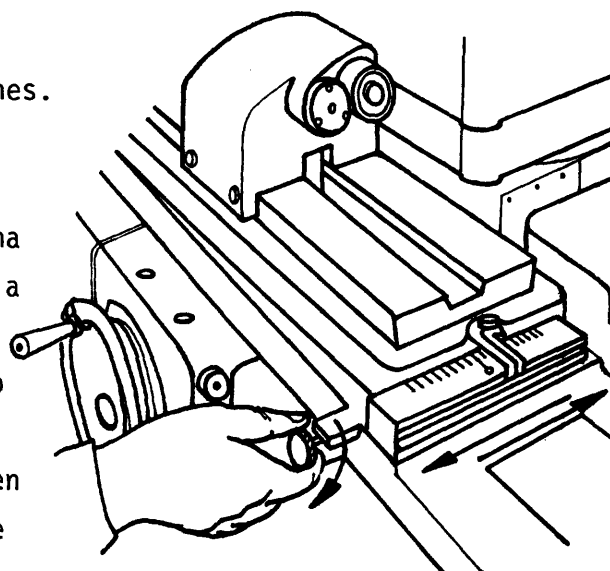

Fig. 11
- ___ f Desplace la mesa por medio del registro micrométrico, de acuerdo a la diferencia de medida (fig. 11).